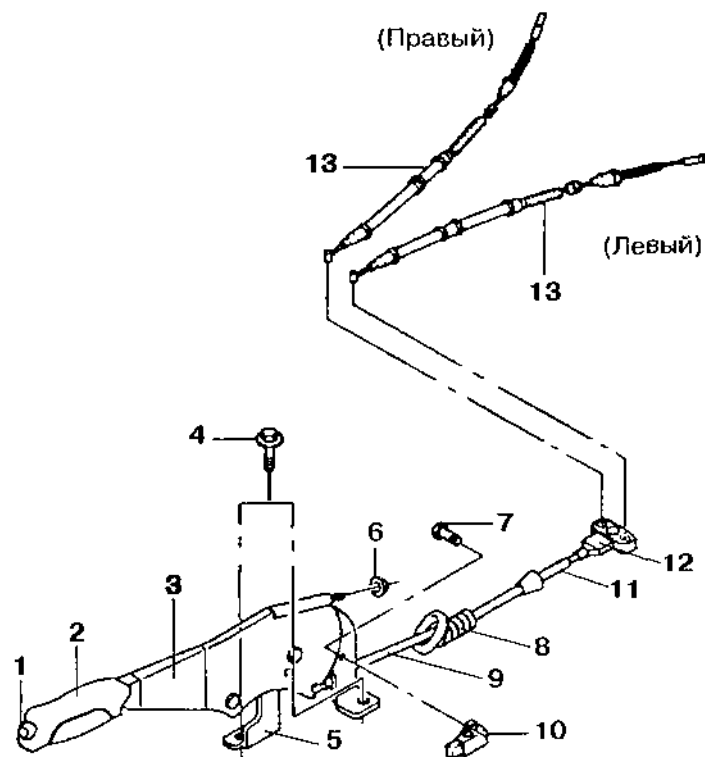

Рис. 7.55. Привод стояночной тормозной системы:
Тормозными механизмами стояночной тормозной системы автомобиля Sens являются тормозные механизмы задних колес, общие для нее и рабочей тормозной системы, привод — механический тросовый. Он включает в себя рычаг 3 (рис. 7.55), закрепленный на кронштейне 5, передний 9 и задние 13 (левый и правый) тросы, а также тормозные механизмы задних колес. Передние концы задних тросов соединяются с уравнивателем 12, который в свою очередь благодаря наконечнику 11 связан с передним тросом. Задние концы тросов 13 соединяются с разжимными рычагами колодок тормозных механизмов задних колес. Конец переднего троса 9 перекинут через ручей у основания рычага 3 и удерживается от перемещения регулировочной гайкой 6. Рычаг фиксируется в любом положении рабочего хода при помощи защелки с зубчатым сектором, которая управляется кнопкой 1.
- снять декоративную панель, подняв ее и получив доступ к регулировочной гайке 6 (рис. 7.55) привода стояночного тормоза;
- ослабить натяжение переднего троса 9 (рис. 7.55), немного открутив регулировочную гайку привода стояночного тормоза;
- выкрутить болты 4 (рис. 7.55) крепления кронштейна рычага стояночного тормоза, полностью открутить регулировочную гайку, а затем снять рычаг с кронштейном (в сборе) и отсоединить передний трос привода стояночного тормоза.